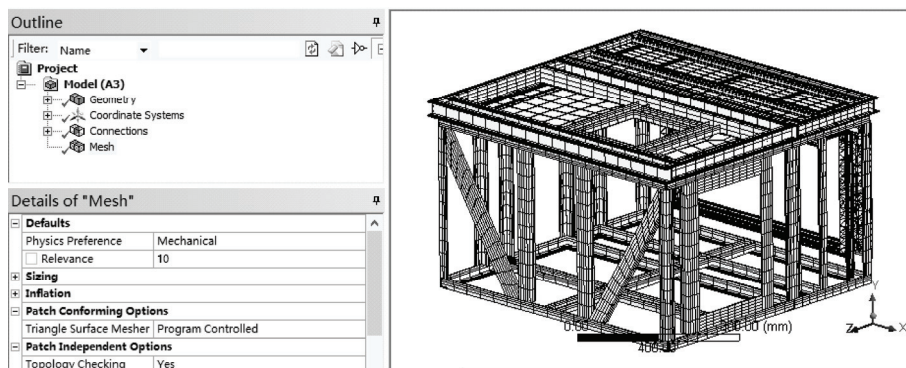

图 4-57 直接生成网格模型
4) 单击 Generate, 生成的网格模型如图 4-57 所示。